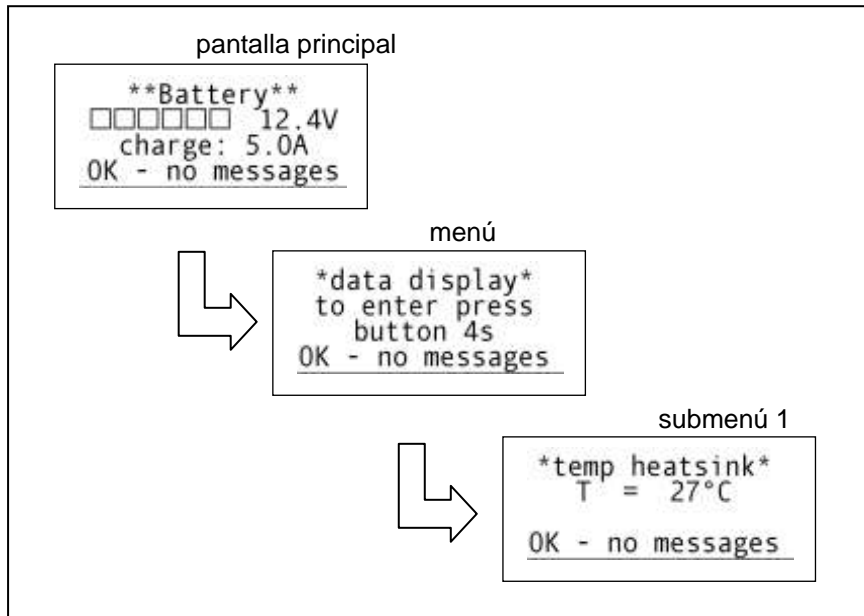

ilustración 16
5. Temperatura del disipador (ilustración 16)